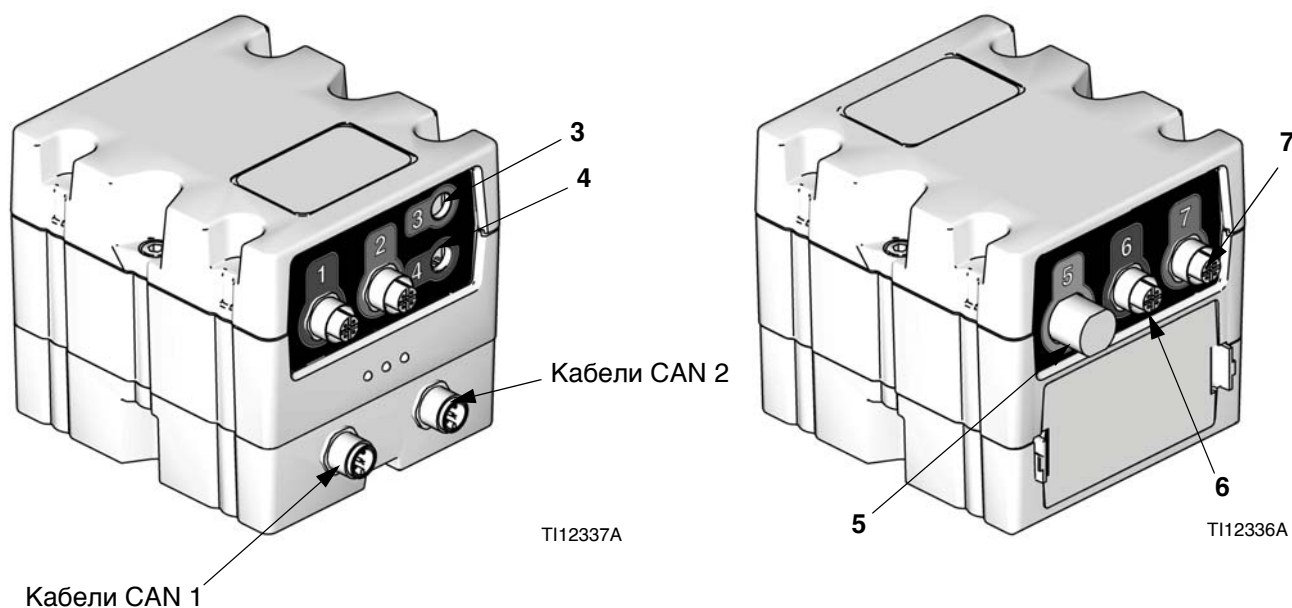

Рис. 7: Соединения датчиков модуля регулирования жидкости
3. Замените кабель между датчиком пустой бочки (EE) и коннектором FCM, (см. Рис. 7, страница 12) с кабелем приемного распределителя датчика определения низкого уровня/пустой бочки.